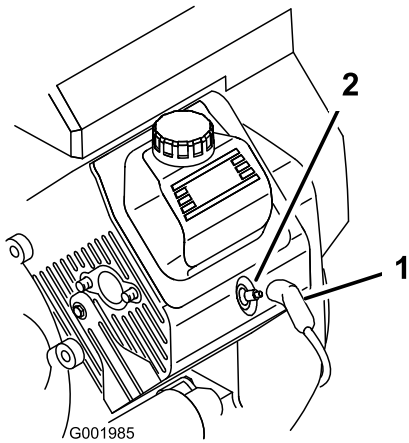

Figura 48
3. Staccate il cappellino dalle candele (Figura 48).
3. Collegate i cappellini alle candele (Figura 48).